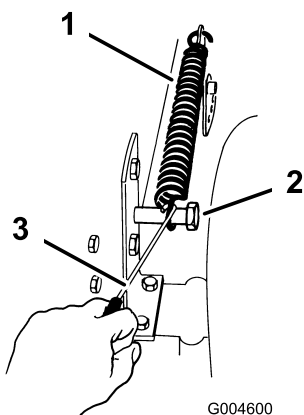

Figure 11
16. Accrochez le ressort compensateur entre la patte de levage droite du plateau de coupe et le boulon de retenue (Figure 11).